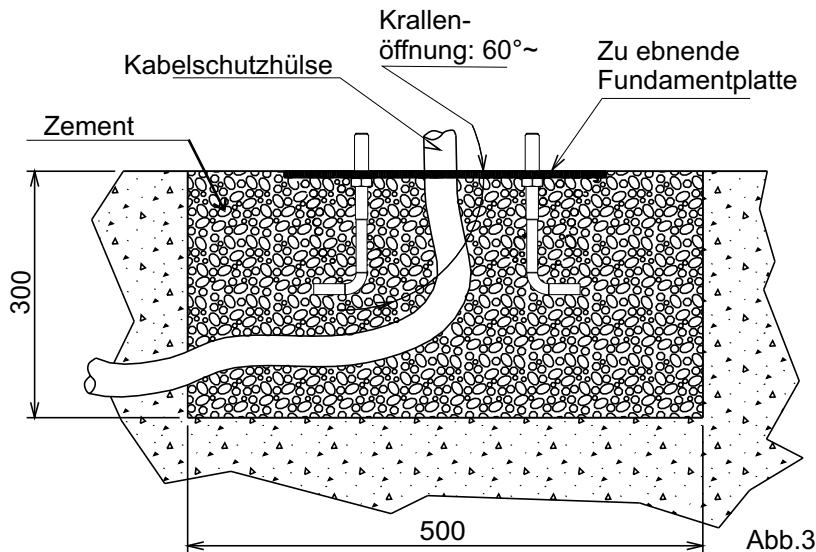

Abb.3
- Die Befestigungskrallen der Fundamentplatte um ca. 60° spreizen (Abb. 3).
- Die Grube mit Zement R425 füllen und die Fundamentplatte wie in Abb. 3 verlegen.